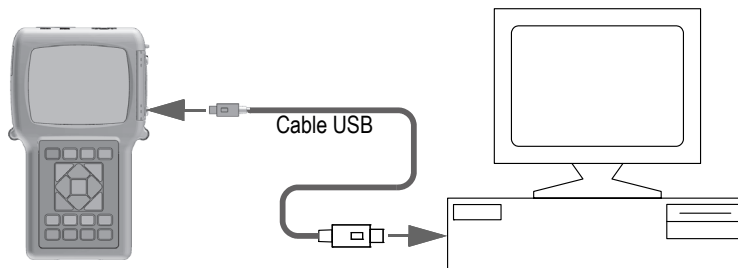

Figura 14-2 Conexión del 39DL PLUS a un PC
9. Conecte el extremo del cable USB al puerto conector detrás de la tapa del compartimiento de entrada y salida (I/O) del 39DL PLUS; después, conecte el otro extremo al puerto USB del PC (ver Figura 14-2 en la página 283).